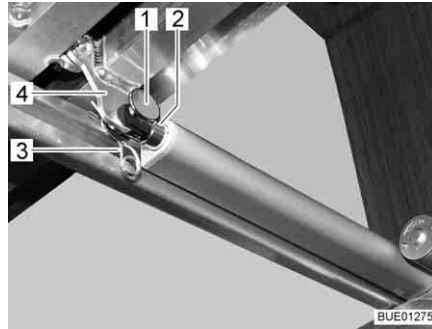

Fig. 114 Azionamento
- Rimuovere il collegamento (p. es. perno e spina a molla (Fig. 114,1 e 3)) tra biella (Fig. 114,2) e telaio portamaterasso (Fig. 114,4).